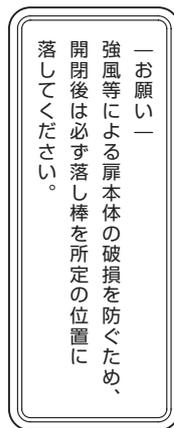

図2-2 注意シール
- 注意シールは通常使用時に見やすい面に配置してください。(図2-2参照)
- 両開閉仕様の場合は、閉めた際に落し棒を落とす必要がありませんので、注意シールを貼らないでください。(図2-2参照)